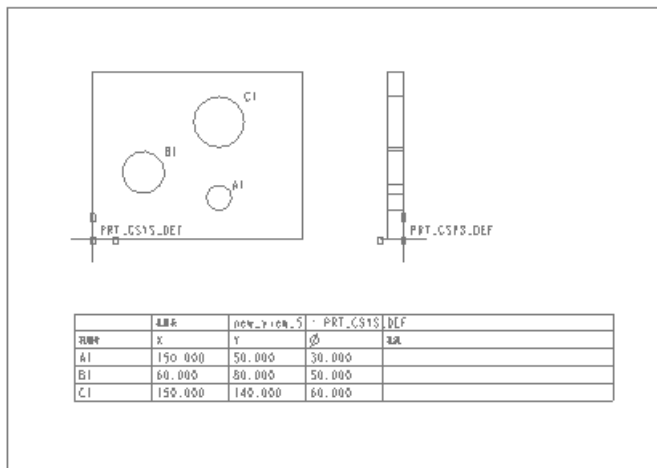

图 7.2.4 在工程图中插入孔表
Step5. 系统提示“选择表的左上角”，在空白处单击选取表格放置位置。调整文本样式，最后得到满意的结果，孔表绘制结果如图 7.2.4 所示。